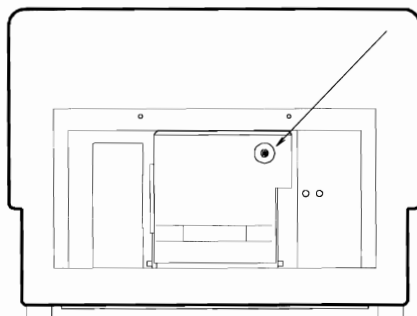

Abb. 6.3
- Kreuzschlitzschraube hinter der kreisförmigen Öffnung in der rechten oberen Ecke des nun sichtbaren Lampenhauses lösen, siehe Abb. 6.3.